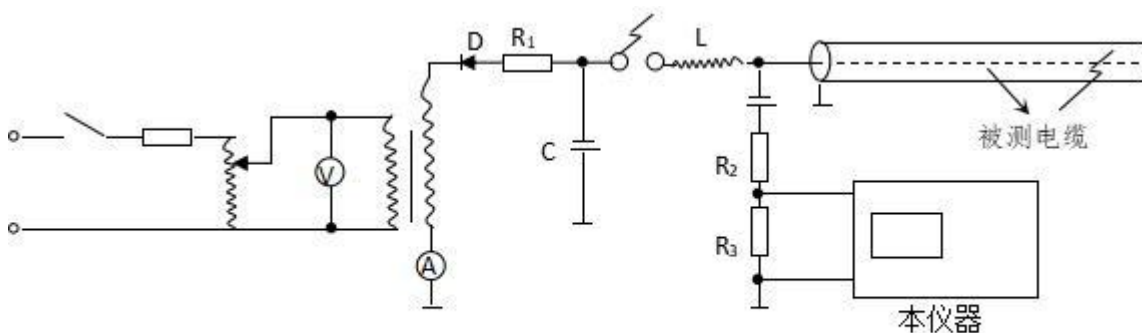

图 10 冲击高压法测试原理图
- 3、在使用直闪法或冲闪法测试时，要注意人身安全及设备安全。必须接好地线。地线连接按图 10 正确连接好；